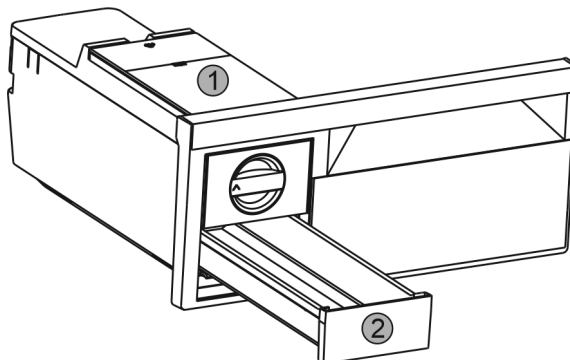

Fig. 33
- ▶ Извадете резервоара за вода Fig. 33 (1) и чекмеджето за ледени кубчета Fig. 33 (2).